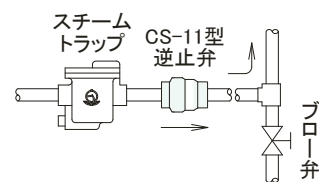

図2. トラップ出口側水抜きの例
4. 凍結の恐れがある場合は、水抜きや保温をしてください。(図2.参照)